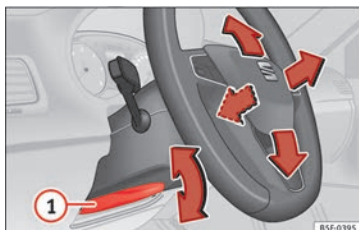

Fig. 19 Leva nella parte inferiore del lato sinistro del piantone dello sterzo.
- Regolazione della posizione del volante: tirare la leva » » **fig. 19** ① verso il basso, muovere il volante verso la posizione desiderata e risollevare la leva fino al punto di chiusura.